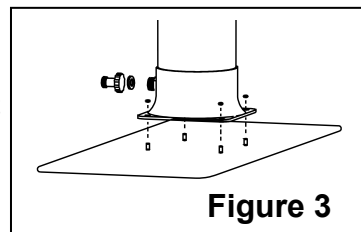

Figure 3
2. Utiliser votre colonne de douche pour marquer la position des trous. **VOIR FIGURE 3.**